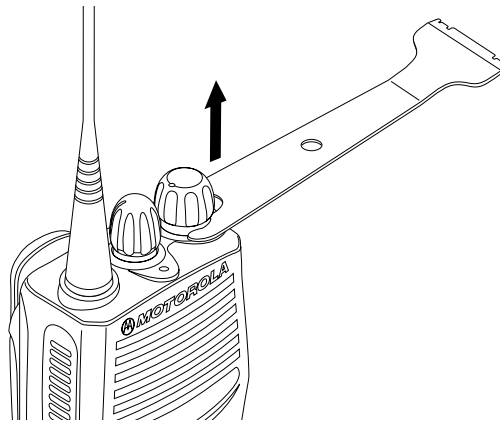

Abb. 2-2 Entfernen der Schalter
4. Lösen Sie die Lautstärke- und Kanalwahlschalter mit Hilfe des Drehknopffentferners/ Gehäuseöffners (Motorola Teilnr. 6686533Z01) von ihren Achsen (Abb. 2-2).